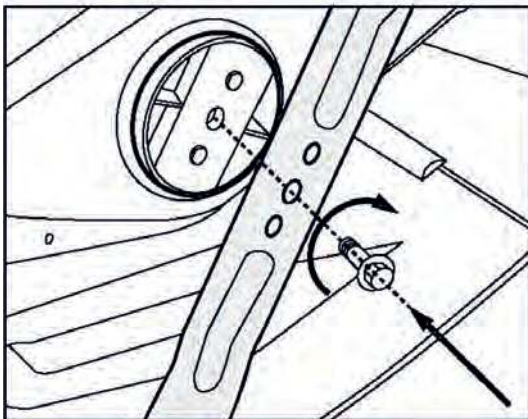

РИС.6
- Необходимо обратить внимание на то, чтобы нож был правильно ориентирован (рис. 6).